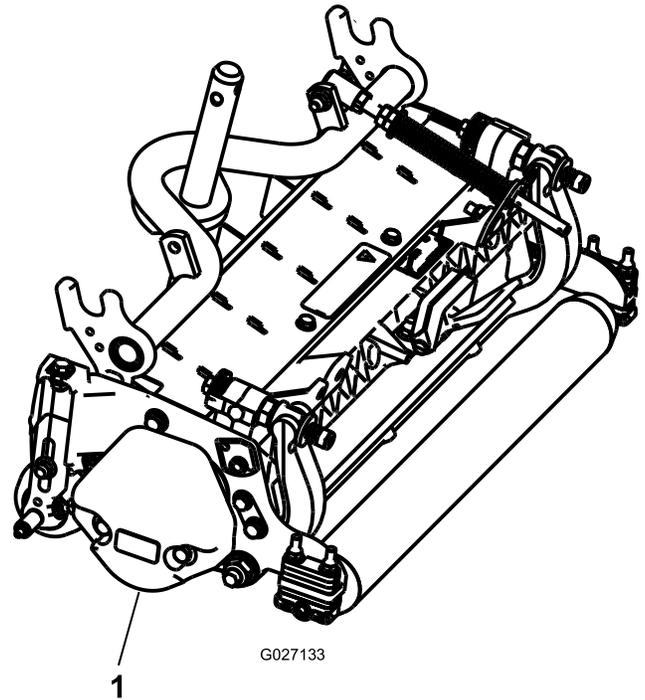

图3
3. 按照配重块套件 图3 安装说明的描述，确保将配重块（）安装到滚刀组正确的一端上。